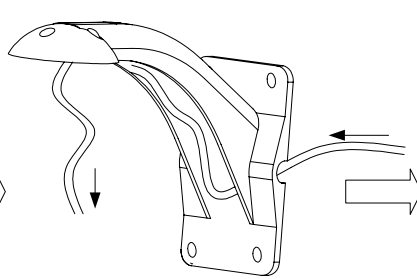

图 8
3. 将系统的控制线、视频线、电源电线从支架里引出来（如图 8）